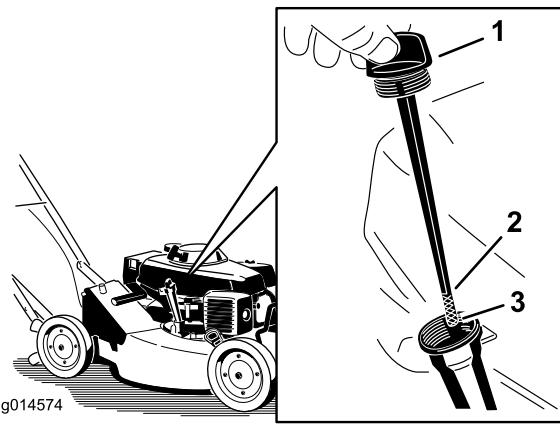

Figure 9
Avant chaque utilisation, vérifiez que le niveau d'huile arrive entre les repères inférieur et supérieur sur la jauge (Figure 9).
- Nettoyez la surface autour de la jauge (Figure 9).